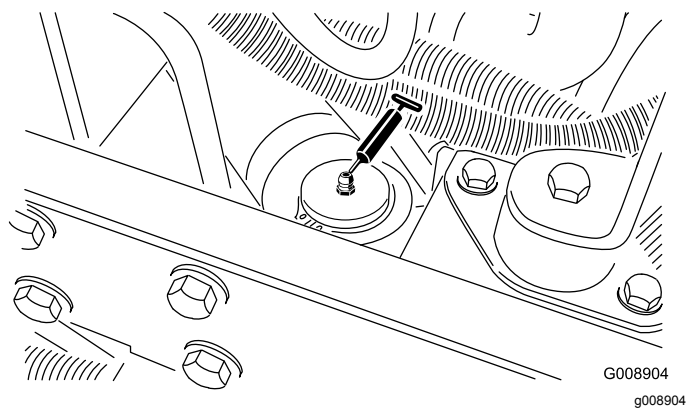

Figure 59
- Vérin de direction (Figure 59).